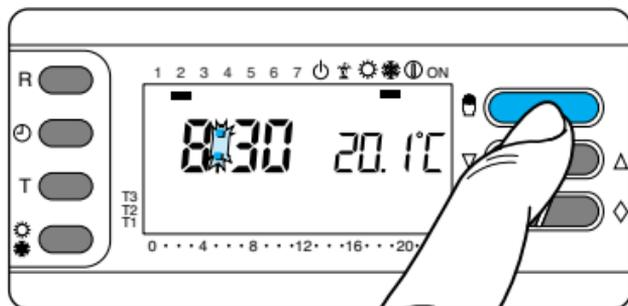
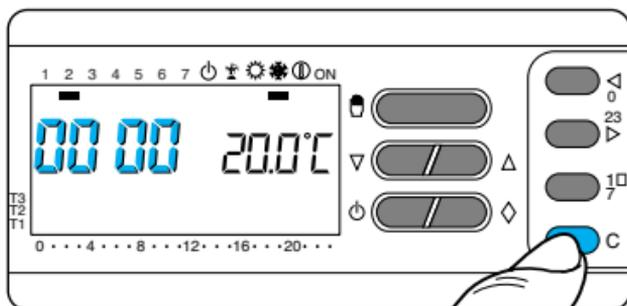

Fig. 61
Fig. 62
11.1 - Per controllare il dato portare l'apparecchio in modo MANUALE mediante il pulsante  (fig. 61) aprire lo sportello dell'apparecchio e quindi premere il pulsante C (fig. 62).